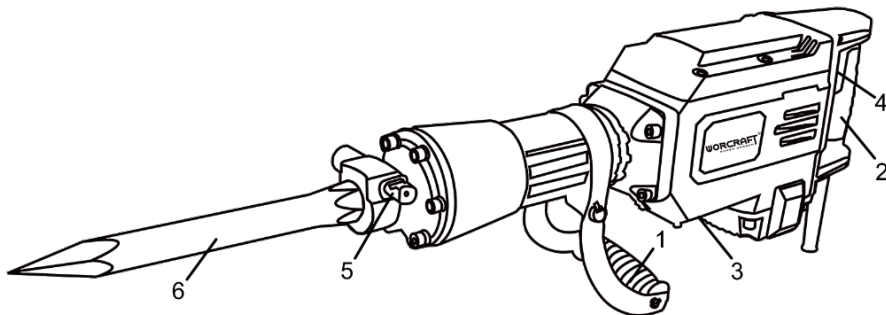

Рисунок 1
- покладіть виріб на рівну горизонтальну поверхню бічною стороною (не має значення – правою чи лівою) та зачекайте 3-5 хвилин, поки олива стече зі стінок редуктора. У прозорому віконці (3, рисунок 1) буде видно рівень оливи. Межа рівня повинна знаходитися приблизно у 2/3 діаметра віконця від його нижнього краю;
Для увімкнення виробу натисніть на пускову клавішу (4, рисунок 1), для вимкнення – достатньо відпустити клавішу.